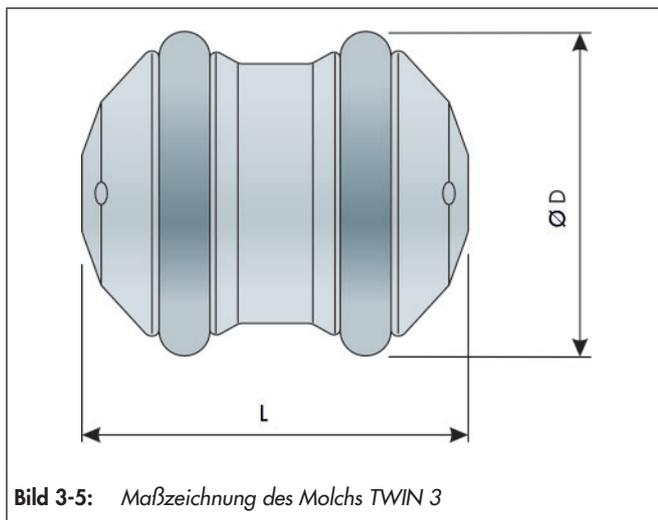

Bild 3-5: Maßzeichnung des Molchs TWIN 3
- ⇒ Toleranzen und Drehmomente bei der Montage berücksichtigen, vgl. Bild 3-5 und Tabelle 3-4.